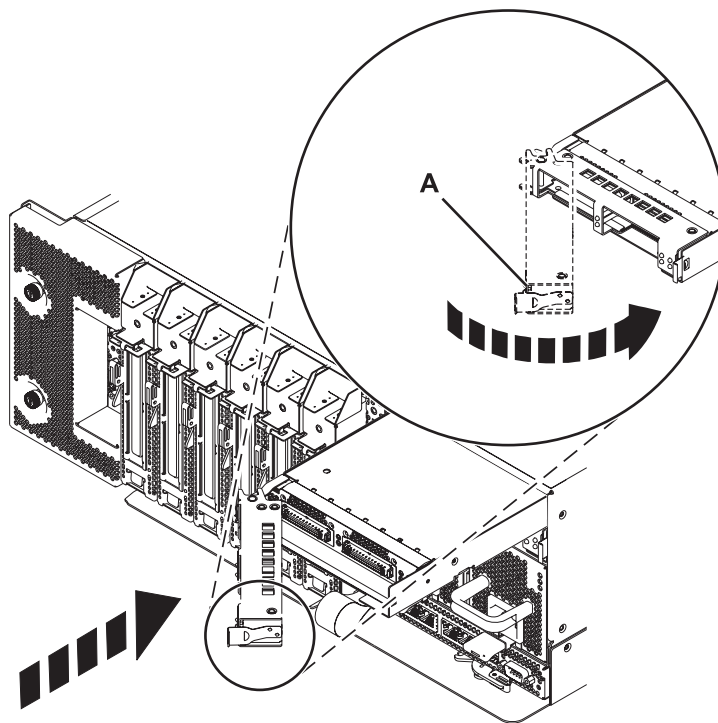

図4. システムへの GX アダプターの取り付け
6. 12 ページの図 4 に示されているように、ハンドル (A) を、アダプターに面して止まるまでシステムの方向へ移動します。